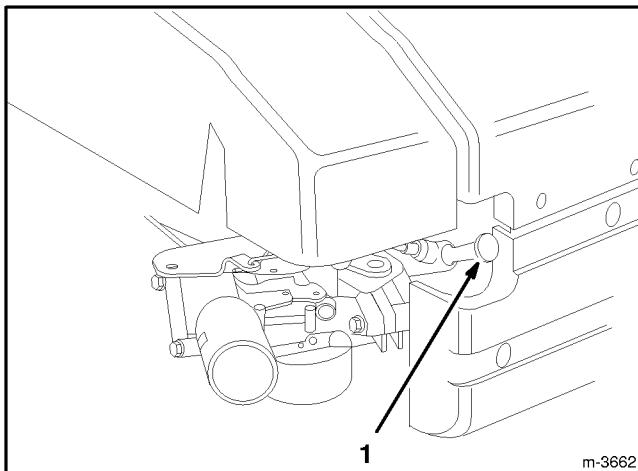

Abbildung 12
1. Das Zündkerzenkabel auf die Zündkerze stecken (Abb. 12).
- Den Motor abstellen und das Kabel von der Zündkerze abziehen (Abb. 12). Beim
1. Den Motor abstellen und auskühlen lassen und das Kabel von der Zündkerze abziehen (Abb. 12). Beim Elektrostart-Modell den Schlüssel aus dem Starter ziehen.
1. Den Motor abstellen und das Kabel von der Zündkerze abziehen (Abb. 12). Beim E-Start-Modell den Schlüssel aus dem Schalter ziehen.
3. Den Motor abstellen und das Kabel von der Zündkerze abziehen (Abb. 12). Beim Startschlüssel-Modell den Schlüssel aus dem Starter ziehen.